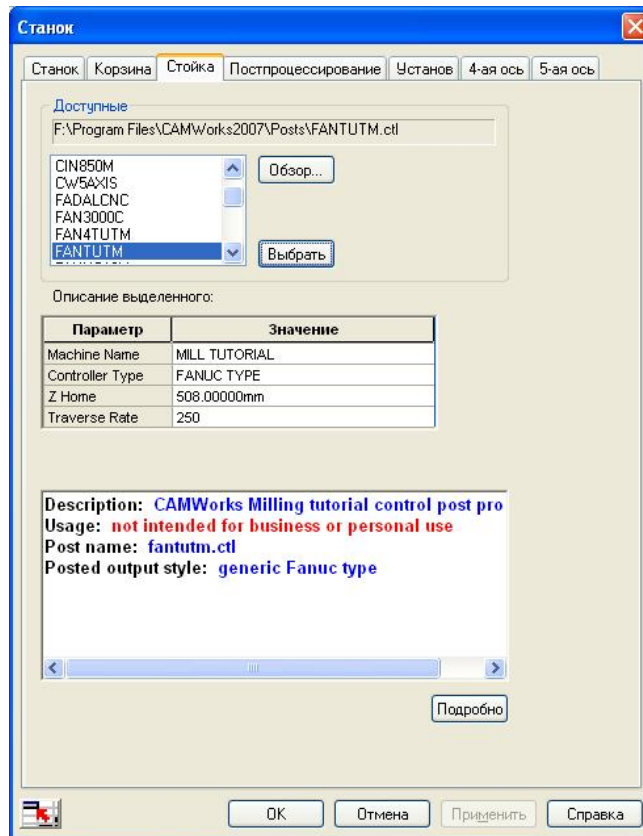

Рисунок 5.5 - Вибір стойці ЧПУ
5. Перейдіть на вкладку <Стойка> і виберіть стійку FANTUTM і підтвердіть вибір натисканням на кнопку <Вибрати>(рис. 5.5).